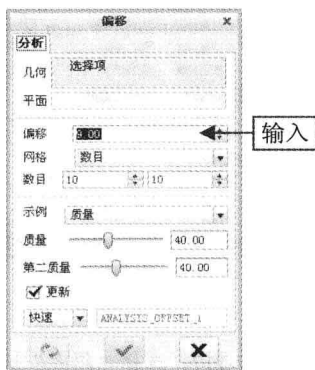

图 7-110 设置参数
Step 03 弹出“偏移”对话框，在“偏移”数值框中输入 9，按【Enter】键确认，如图 7-110 所示。